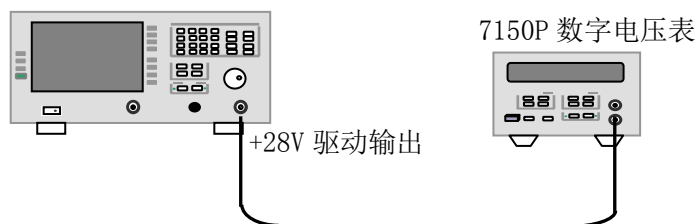

图 10-9 噪声源驱动电压准确度测试框图
- 1) 如图 10-9 所示连接测试设备，开机预热 30min。